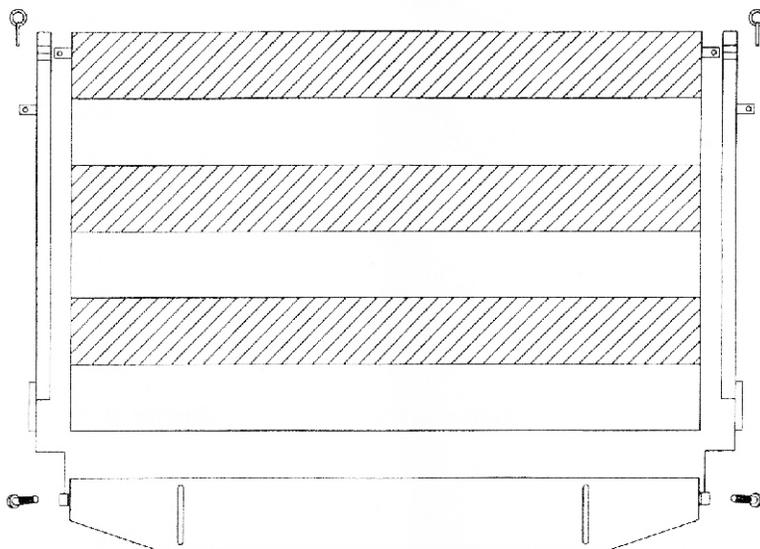

Fig. 4
6.3) Montagem das colunas e tampa traseira na plataforma, vide fig. 4.